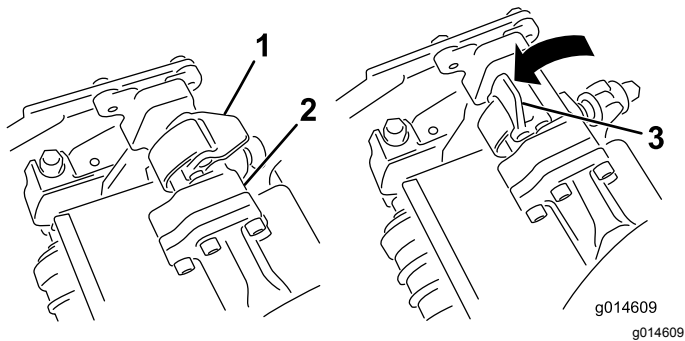

Figure 53
4. Les verrous de la barre de bras de suspension étant orientés en haut (c.-à-d. ouverts) (Figure 53), poussez le bras de suspension vers le bas pour que la barre s'engage sur la barre transversale au sommet de l'unité de coupe (Figure 54).
5. Fermez les verrous autour de la barre de l'unité de coupe et bloquez-les en place (Figure 53).
5. Ouvrez les verrous sur la barre du bras de suspension appartenant à l'unité de coupe que vous voulez déposer (Figure 53).